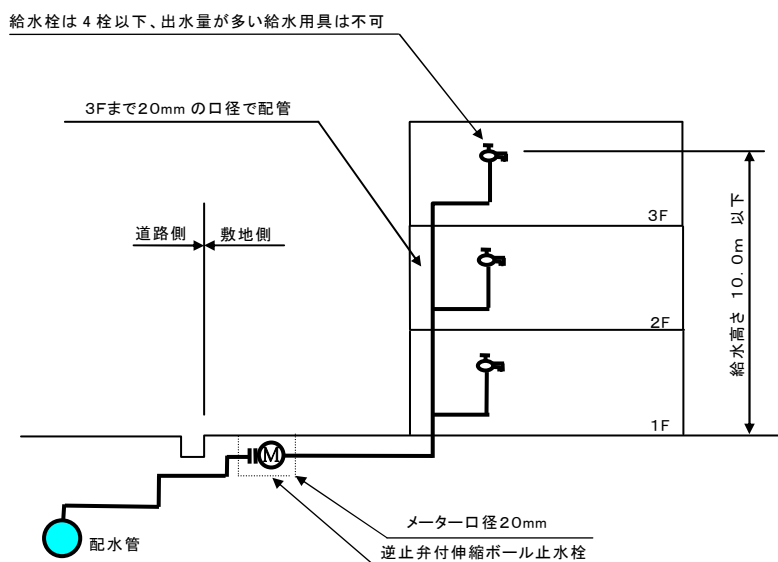

図 5-1 給水管口径 20mm の三階直結直圧式給水標準図
(1) 設計水圧 0.196M Pa以上の場合
- ① 三階部分の給水栓数については、メーター口径が 20mm の場合、4栓以下とし出水量が多い給水用具の設置は原則不可とする。なお、三階部分までの立上り管は、メーターと同口径の 20mmの給水管で配管を行うこと。（図 5-1）